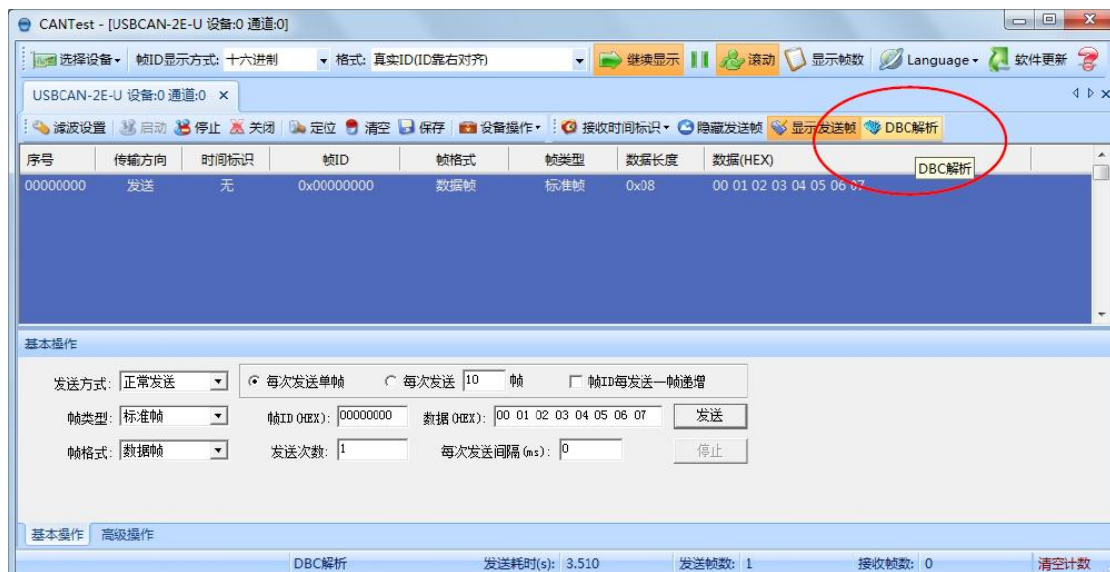

图 1.1 CANtest 软件 DBC 解析功能
- ① 点击菜单快捷操作中的 DBC 解析按钮，进入 DBC 解析界面 CANtest 软件 DBC 功能如图 1.1 所示。